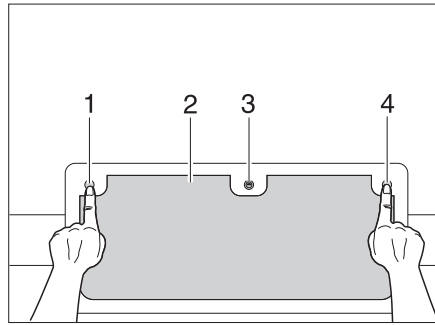

Fig. 29 Cerradura de la trampilla con pulsadores, cerrada
- Introducir la llave en el cilindro de cierre (Fig. 29,3) y girarla un cuarto de vuelta.
- Presionar los tres pulsadores (Fig. 29,1, 3 y 4).
- Cerrar la trampilla exterior (Fig. 29,2) por completo, hasta escuchar que engatille audiblemente.
- Introducir la llave en el cilindro de cierre (Fig. 29,3) y girarla un cuarto de vuelta. La cerradura está bloqueada.